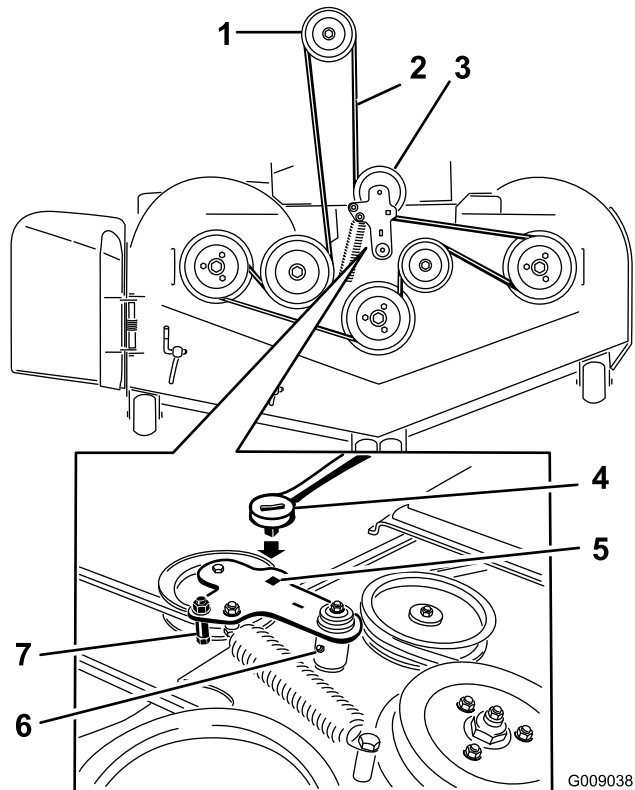

Figura 78
5. Utilice una llave de carraca en el taladro cuadrado del brazo tensor para aliviar la tensión del muelle tensor (Figura 78).
7. Retire la guía de la correa del brazo tensor tensado con muelle según lo ilustrado en Figura 78.
9. Pase la correa nueva alrededor de las poleas del cortacésped y de la polea del embrague, debajo del motor (Figura 78).
10. Instale la guía de la correa en el brazo tensor según se muestra en Figura 78.
11. Utilizando la llave de carraca en el taladro cuadrado, instale el muelle tensor (Figura 78).